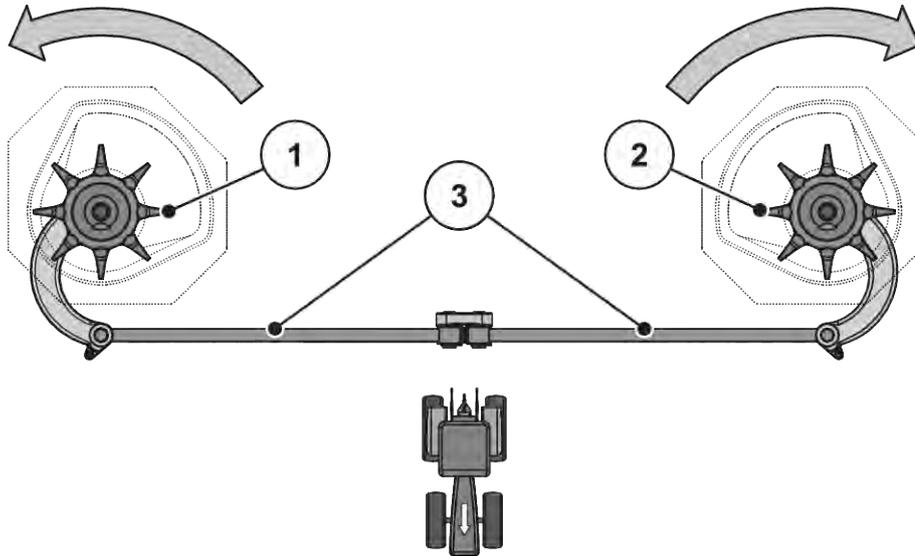

図 60: アジテータードライブの点検
- ▶ アジテーターターレットを手で**散布ディスクの回転方向**に回します。参照: 図 60 アジテータードライブの点検。
- ▶ アジテーターターレットをオイルフィルターバンドを使うか、手で**散布ディスクの回転方向と反対の方向**に回します。参照: 図 60 アジテータードライブの点検